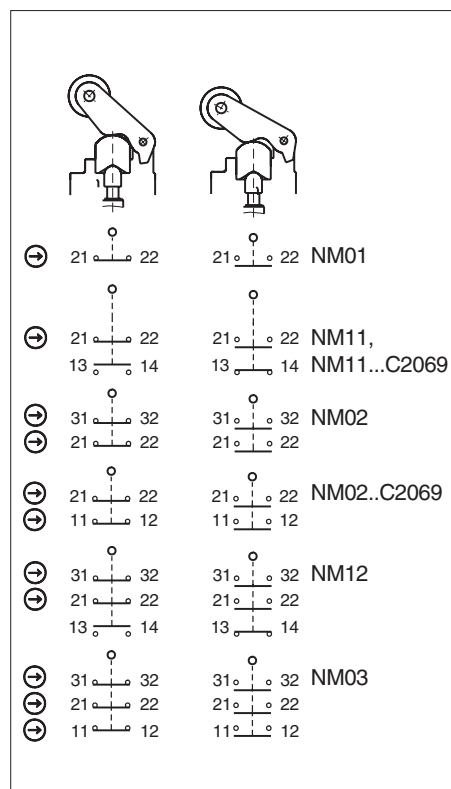

Bild 3: Schaltelemente und Schaltfunktionen
Es muss mindestens ein Kontakt (→) verwendet werden. Dieser signalisiert die Stellung der Schutzeinrichtung (Kontaktbelegung siehe Bild 3).
3. Anschließen und Klemmen mit 0,5 Nm anziehen (Kontaktbelegung siehe Bild 3).